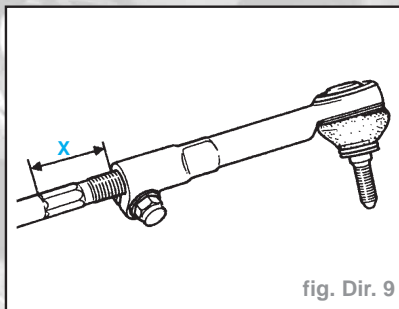

fig. Dir. 9
- Dévisser les boîtiers rotule en repérant la cote (X) (fig. Dir. 9).
- Dans le cas d'une direction neuve, mettre en place les boîtiers rotule dans la position repérée au démontage. Veiller à respecter la symétrie des longueurs (X) (fig. Dir. 9).